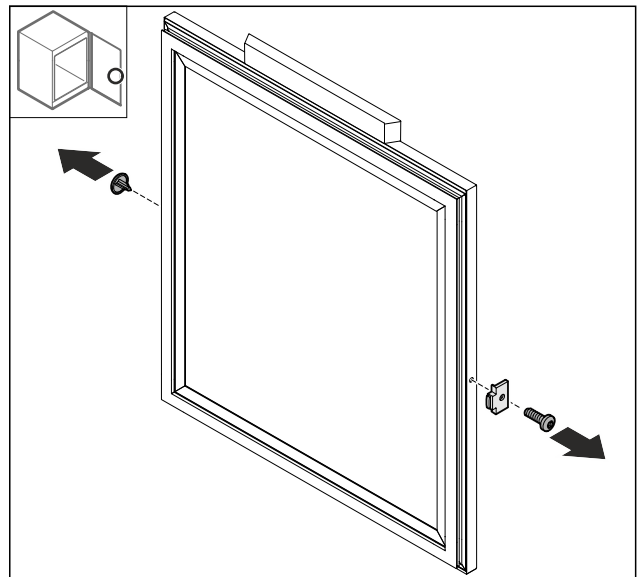

Fig. 45
- ▶ Abdeckung Fig. 45 (1) entfernen.
- ▶ Türstopper Fig. 45 (2) demontieren.